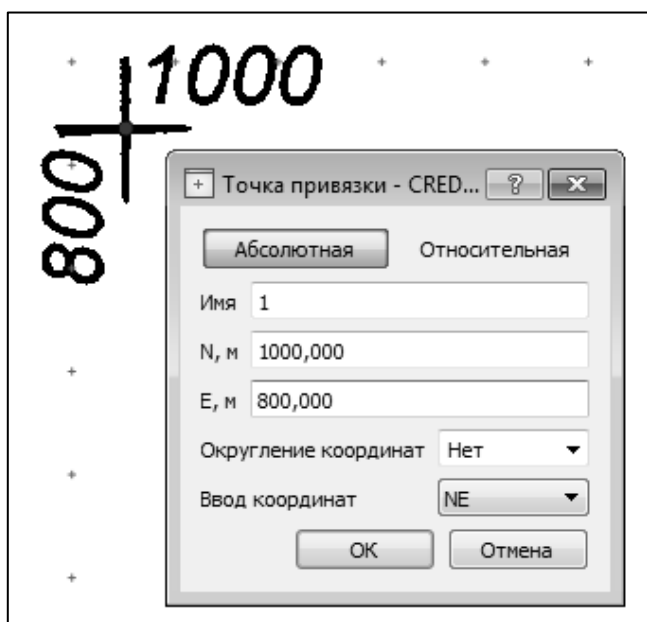

Рис. 2.11. Диалоговое окно «Точка привязки»
3.2. Для корректного указания опорной точки увеличьте изображение фрагмента и, вызвав команду ТРАНСФОРМАЦИЯ – СОЗДАТЬ ТОЧКУ ПРИВЯЗКИ, установите курсор в предполагаемое местоположение опорной точки и в диалоговом окне ОПОРНАЯ ТОЧКА, выбрав тип точки – АБСОЛЮТНАЯ ТОЧКА, введите ее координаты (рис. 2.11), имя точки и нажмите ОК.